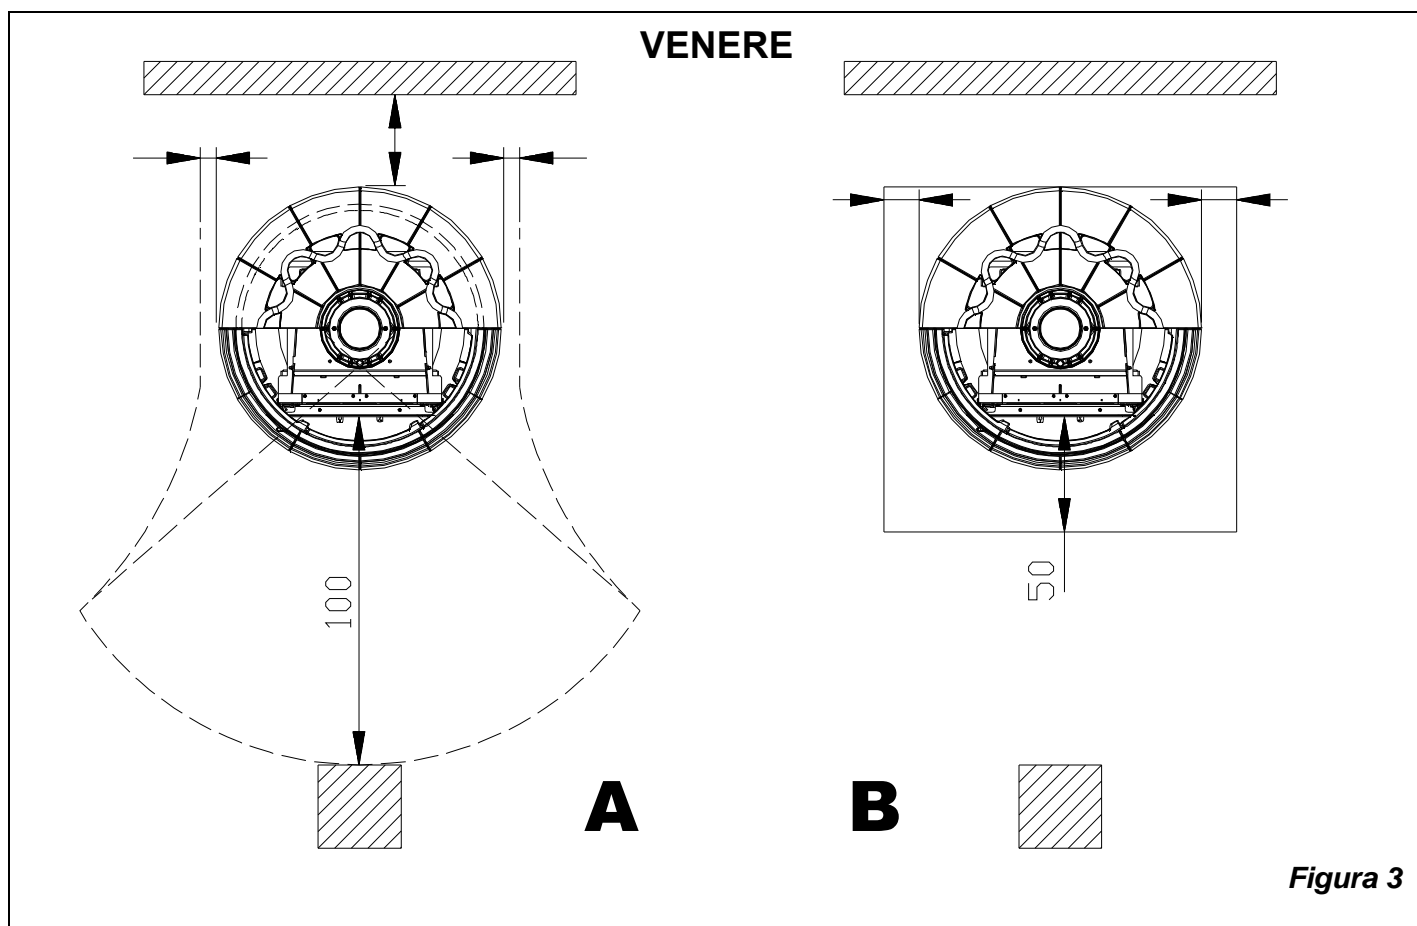

Figura 3
- a) Al fine di assicurare un sufficiente isolamento termico, rispettare la distanza minima di sicurezza dal retro e da entrambi i lati da elementi costruttivi ed oggetti infiammabili e sensibili al calore (mobili, rivestimenti di legno, stoffe ecc.) (vedi Figura 2 - Figura 3 A). **Tutte le distanze minime di sicurezza sono indicate sulla targhetta tecnica del prodotto e NON si deve scendere al di sotto dei valori indicati.**
- c) qualora il prodotto venga installato su un pavimento di materiale infiammabile, bisogna prevedere un sottofondo ignifugo. **I pavimenti in materiale infiammabile**, come moquette, parquet o sughero etc., **devono essere sostituiti** da uno strato di materiale non infiammabile, ad esempio ceramica, pietra, vetro o acciaio etc. (dimensioni secondo l'ordinamento regionale). Il sottofondo deve sporgere frontalmente di almeno **50cm** e lateralmente di almeno **30cm** oltre all'apertura della porta di carico.(vedi Figura 2 - Figura 3 B)